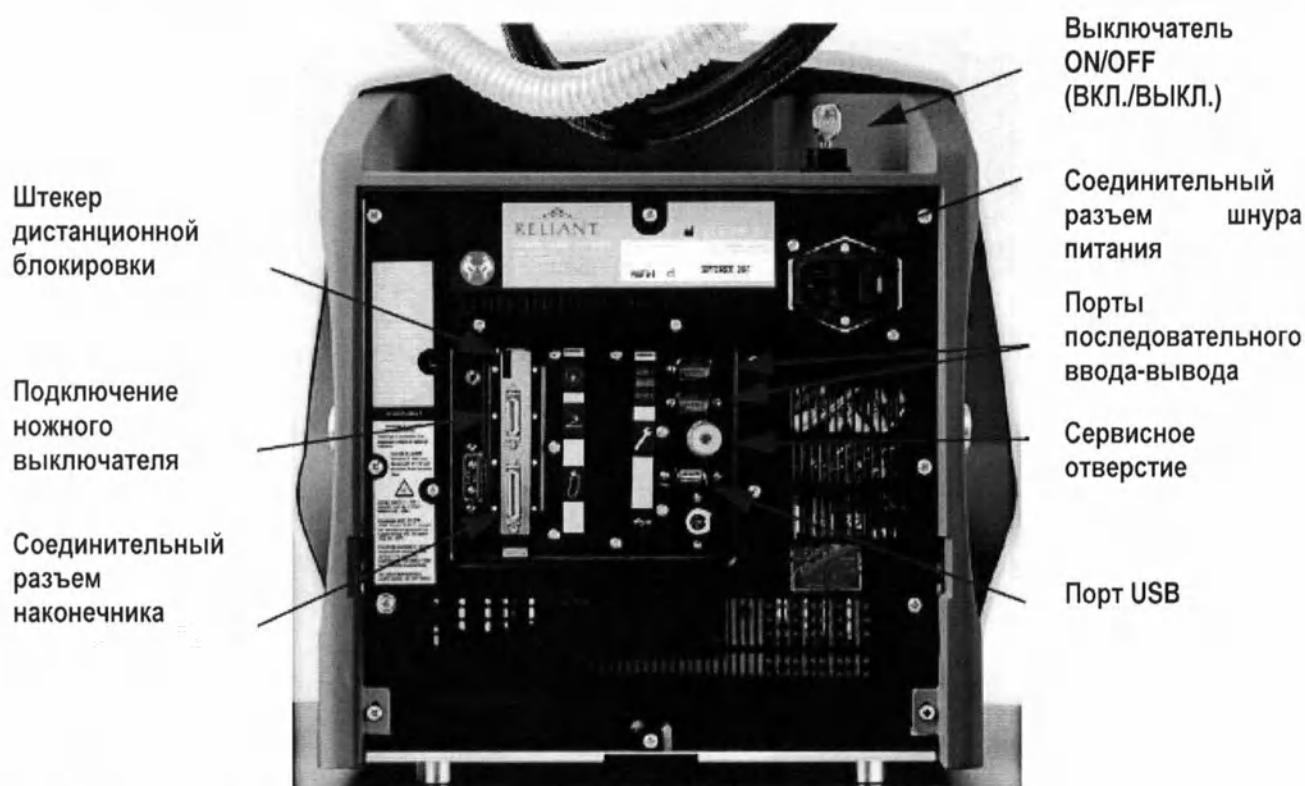

Рисунок 3. Вид на консоль сзади
Выключатель с замком под ключ	Бок консоли (Рисунок 3, страница 27)
- Вход шнура питания (задняя часть консоли; Рисунок 3) представляет собой стандартный штекерный разъем по норме IEC60320 типа C14.
Шарнирный манипулятор (Рисунок 3 и Рисунок 4) соединяет наконечник с выходом лазера
Ножная педаль подключается к задней части консоли (Рисунок 3). Во время сеанса терапии лазер не возбудится, если ножной выключатель не будет находиться в нажатом положении (для получения более подробной информации см. «Техника применения лазера», страница 60).